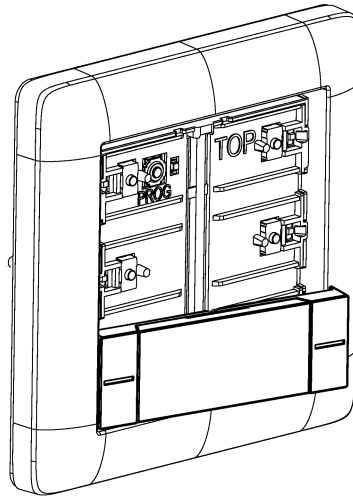

Figura 5: Posizionamento laterale del copritasto
- Posizionare il copritasto lateralmente (Vedi figura 5).